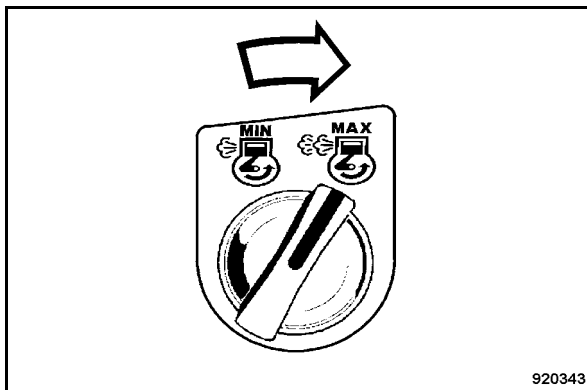

Fig. 66
- Tourner la touche rotative pour le régime du moteur (Fig. 66) vers la droite, sur position "MAX".